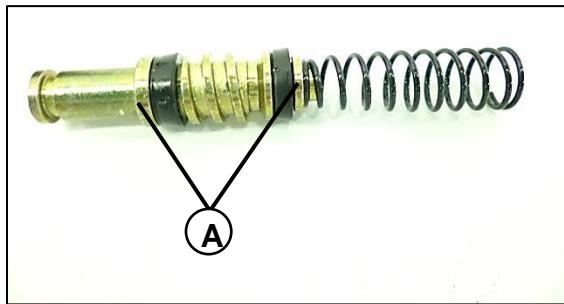

Fig. 20
Verifique el desgaste del pistón en los puntos (A). **Fig. 20**